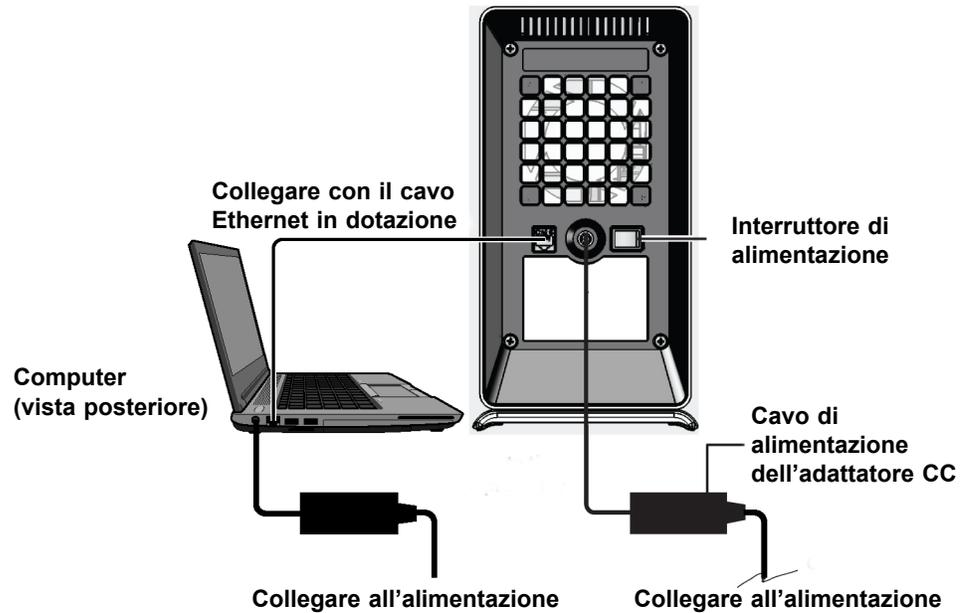
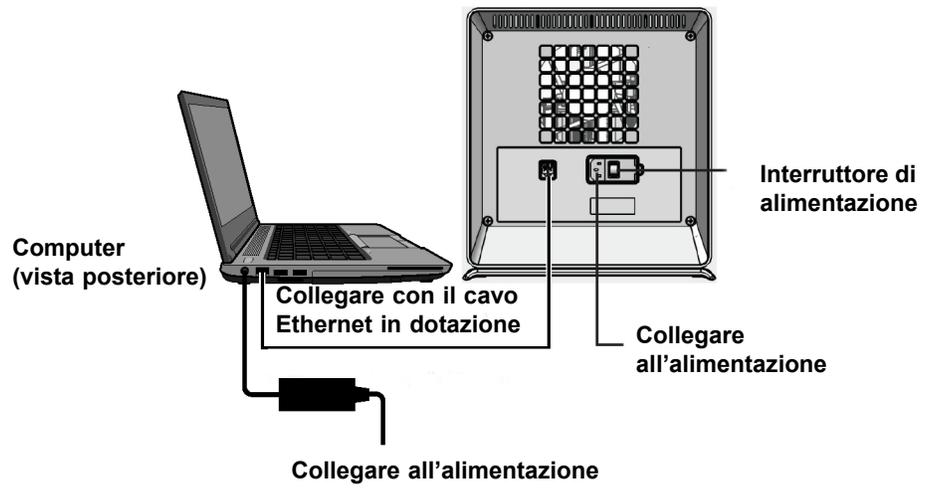
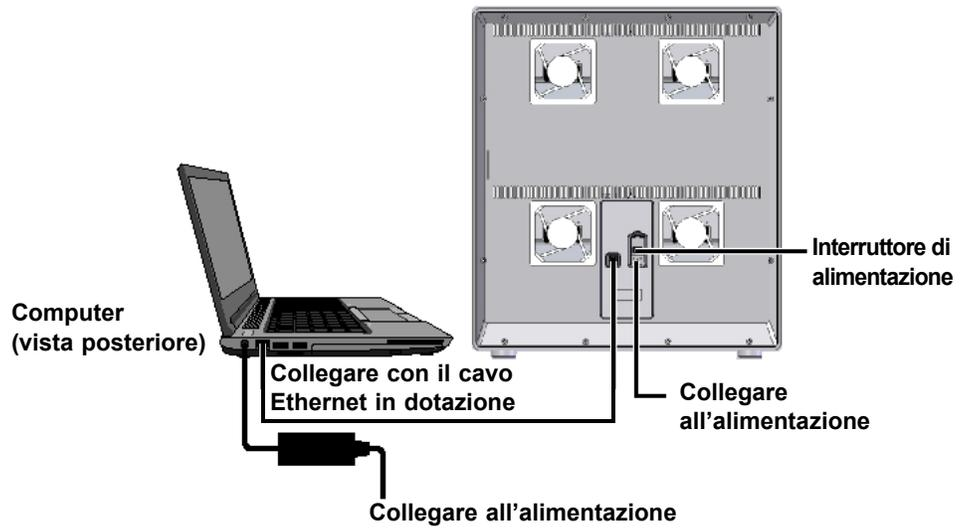

Figura 2-6. Collegamento dello strumento GX-II al computer portatile
Figura 2-7. Collegamento dello strumento GX-IV al computer portatile
Figura 2-8. Collegamento dello strumento GX-XVI al computer portatile
la Figura 2-2, la Figura 2-3 o la Figura 2-4 per i sistemi con computer desktop e la Figura 2-5, la Figura 2-6, la Figura 2-7 o la Figura 2-8 per i sistemi con computer portatile). Un'etichetta indica che la porta deve essere utilizzata con lo strumento GeneXpert.
4. Collegare l'altra estremità del cavo Ethernet alla porta di rete sul pannello in basso sul retro dello strumento (vedere la Figura 2-1, la Figura 2-2, la Figura 2-3 o la Figura 2-4 per i sistemi con computer desktop e la Figura 2-5, la Figura 2-6, la Figura 2-7 o la Figura 2-8 per i sistemi con computer portatile).